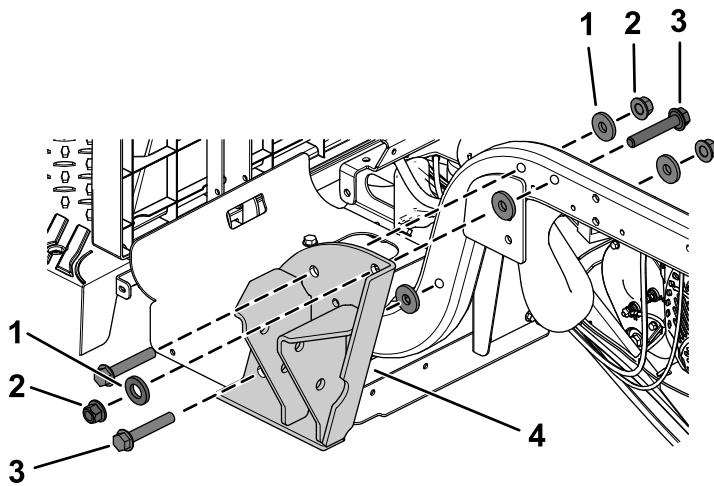

Figura 18
1. Montate una staffa del ROPS utilizzando 3 bulloni a testa flangiata (½" x 3"), 5 rondelle piane (½") e 3 dadi di bloccaggio (½") come illustrato nella Figura 18.
Nota: Assicuratevi di installare le 2 rondelle piane (½") sul lato esterno, come illustrato nella Figura 18.